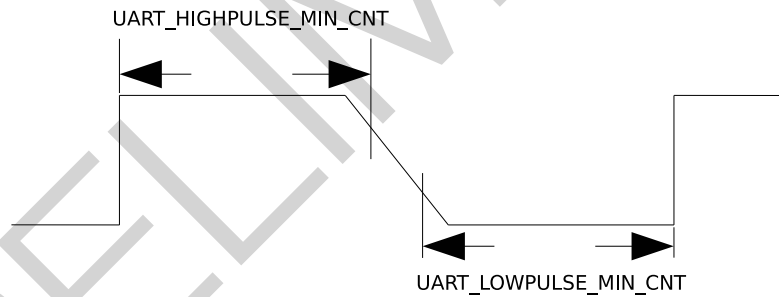

图 22-4. UART 信号下降沿较差时序图
2. 对于 UART 信号的下降沿信号比较差的情况，如图22-4所示，这时通过取 `UART_LOWPULSE_MIN_CNT` 与 `UART_HIGHPULSE_MIN_CNT` 的和平均得到的值不准确，可以通过 `UART_POSEDGE_MIN_CNT` 获取发送方波特率。计算公式如下：